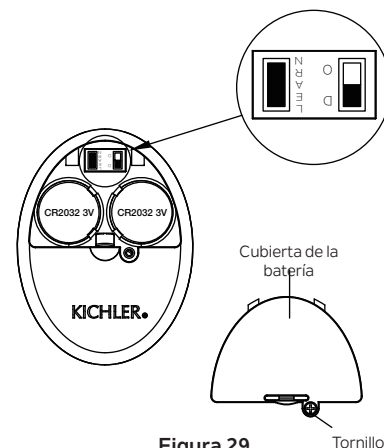

Figura 29
De lo contrario, el control remoto no funcionará. Para realizar este proceso manualmente, siga los pasos a continuación: Después de instalar y cablear la unidad, restaure la energía a su ventilador, presione y mantenga presionada la tecla LEARN (Aprender) durante 1-3 segundos, el ventilador se encenderá a velocidad media y la luz (si está instalada) se encenderá. Esto confirma que se ha completado el proceso de aprendizaje. Esta operación debe completarse dentro de los 30 segundos después de restaurar la energía al ventilador. (Figura 29)
**NOTA:** Asegúrese de que el interruptor deslizable en el compartimiento de la batería marcado “D O” esté en la posición “D”. (Figura 29)
**Paso 4.** Vuelva a colocar la cubierta de la batería y apriete con un destornillador. (Figura 29)